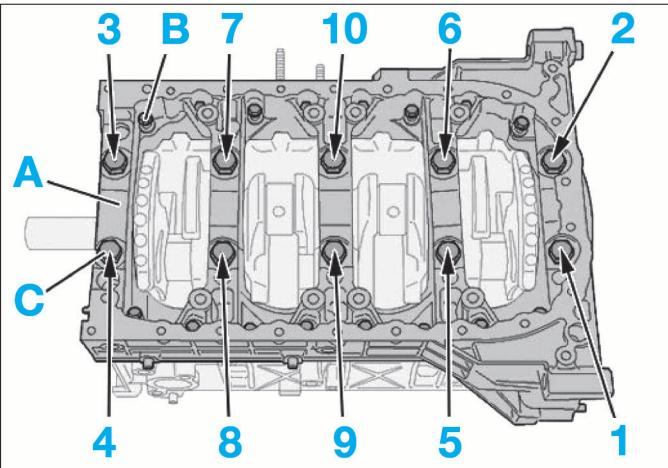

FIG. 60
- le carter des chapeaux (A) de palier de vilebrequin en commençant par les vis M6 (B) puis les vis M11 (C) suivant l'ordre indiqué (Fig.60),